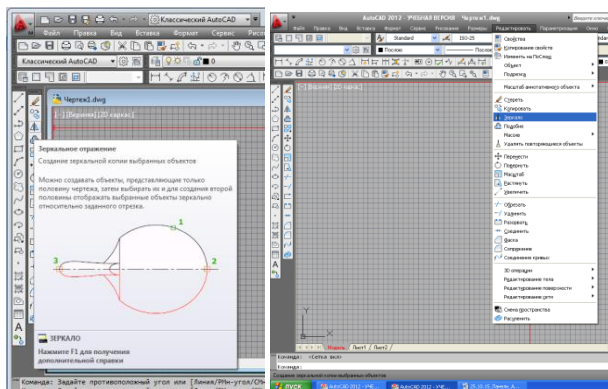

Рисунок 2.18 – Команда «Зеркало»
– щелчком мыши по кнопке  на панели инструментов «Редактирование», из строки меню «Редактировать» – «Зеркало» (рисунок 2.18).